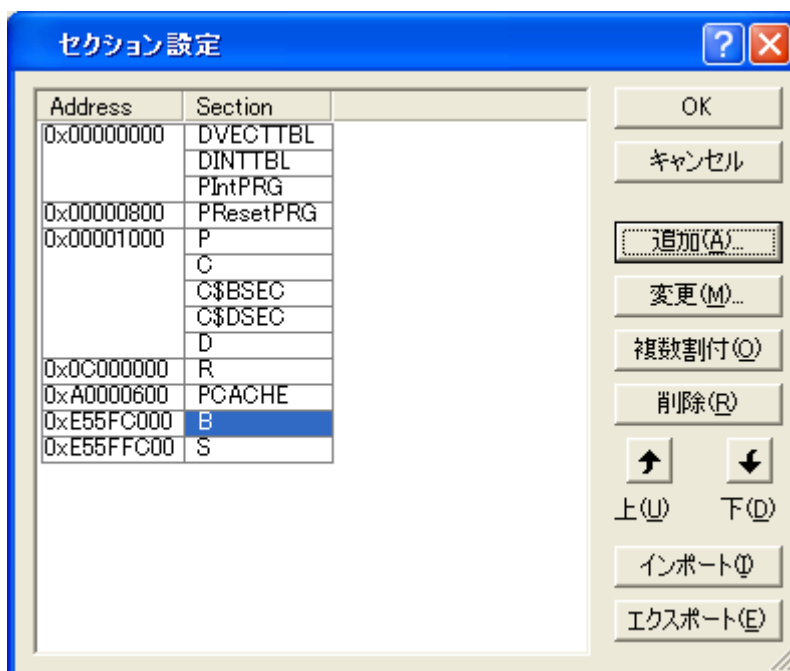

図 5.3.16 セクション変更②
- (2)[セクション設定]ダイアログボックスにて、図 5.3.16に示すようにBセクションを内蔵RAM領域に設定します。